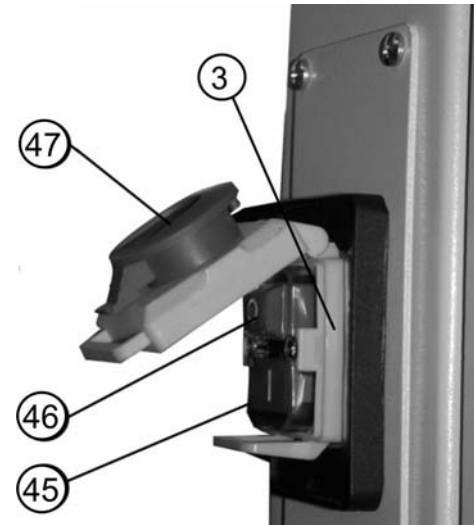

Рис.14
12.2. Включение (Рис. 13, Рис. 14)